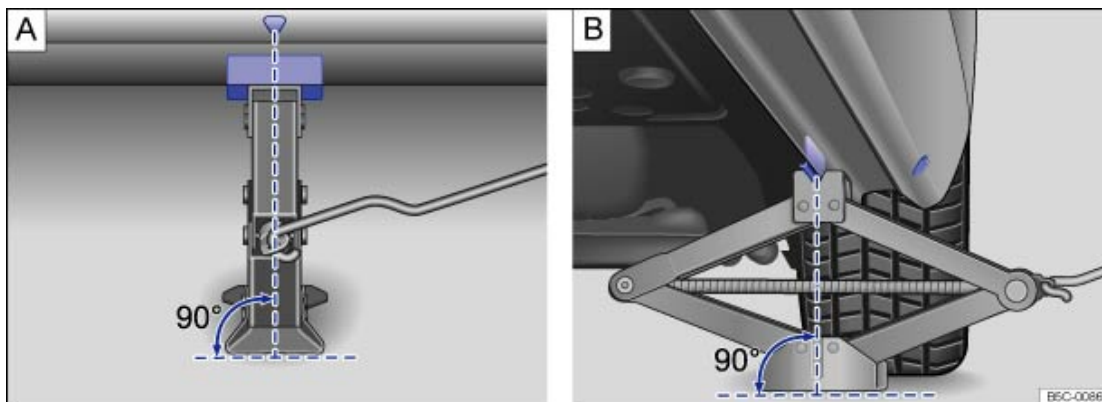

Fig. 232 Positionnement du cric côté arrière gauche du véhicule.
- Positionnez le cric uniquement aux endroits préconisés. La griffe du cric doit saisir le talon du bas de caisse → Fig. 232.